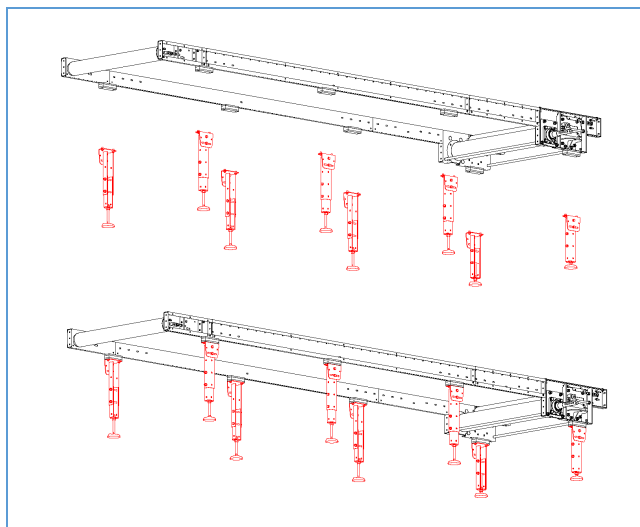

Figura 37 – Installazione gambe di supporto
9. Procedere con il montaggio delle gambe di supporto nella parte inferiore del telaio (vedi Figura 37); posizionandoli in riferimento alla tavola tecnica allegata.